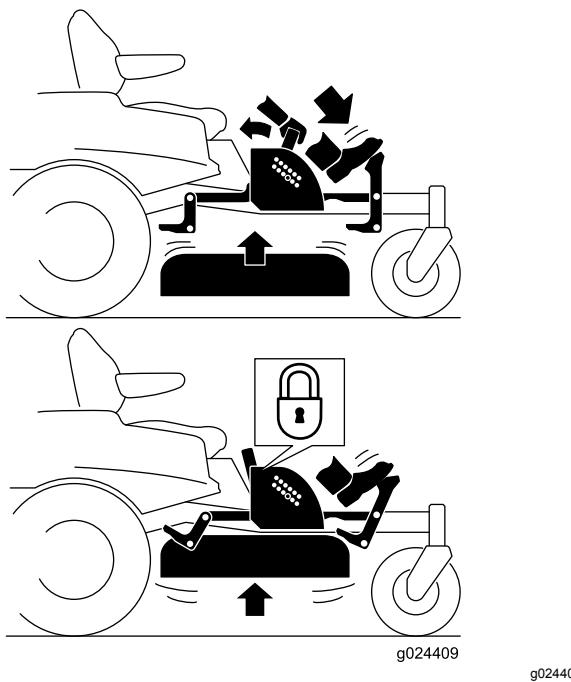

Figura 22
- Pise el pedal para elevar la carcasa; siga pisando el pedal hasta que la carcasa quede bloqueada en la posición de transporte (Figura 22).
- Pise el pedal de elevación de la carcasa y tire hacia atrás de la palanca de bloqueo de transporte para desactivar el bloqueo de transporte (Figura 22).
4. Pise el pedal de elevación de la carcasa y tire hacia atrás de la palanca para desactivar el bloqueo de transporte (Figura 22).